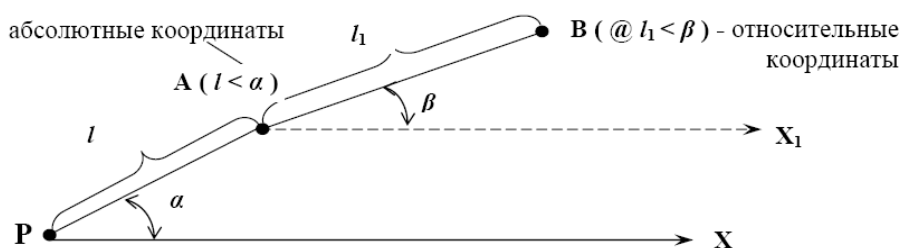

Рис. 46. Полярные координаты точки
3. Изучите полярные относительные и абсолютные координаты точки (рис. 46).